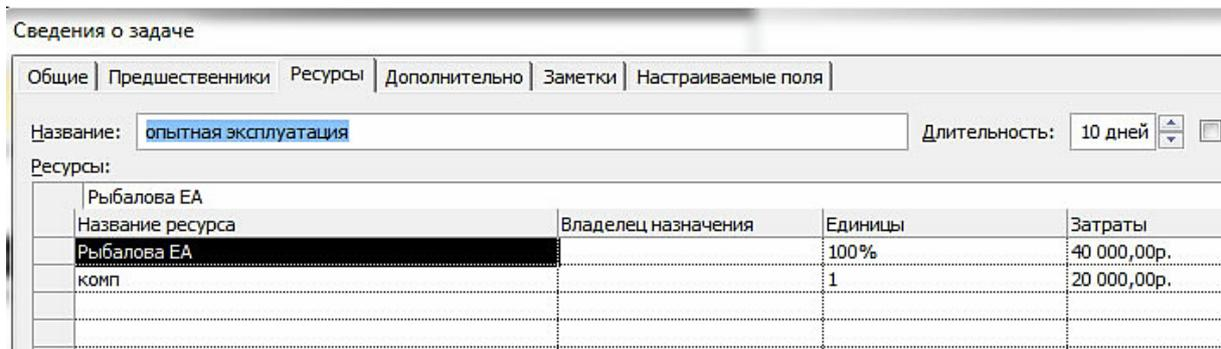

Рис. 3.27 — Загрузка ресурса на задаче
- изменить степень загрузки ресурсов и их количество на работах, окно *Сведения о задаче/Ресурсы* (рис. 3.27);